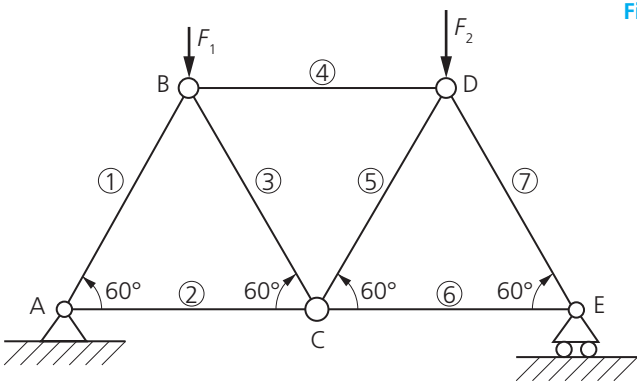

Figura 9
**A | Esercizio 1** Calcolare le reazioni vincolari e gli sforzi  $S$  nelle aste della struttura reticolare di **Figura 9** soggetta alle forze  $F_1 = 1000\text{ N}$  e  $F_2 = 2000\text{ N}$ , essendo noti inoltre  $AC = CE = 2\text{ m}$ .